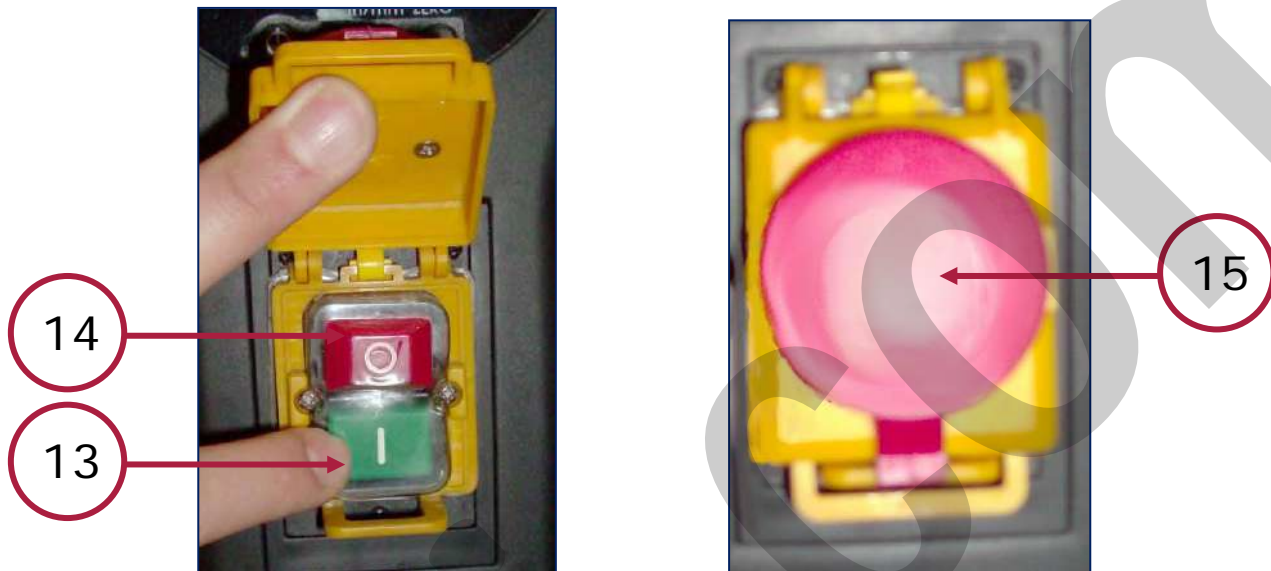

Figura 16 – Pulsante di avvio/arresto e emergenza
Sui quadri di comando dei torni, sono presenti gli interruttori di accensione ed arresto del motore (sotto la calottina rossa di emergenza – Figura 16).
Sul quadro comandi è presente una calottina per l'arresto d'emergenza (Figura 16). Per arrestare la macchina, in casi di emergenza, premere il pulsante rosso. Quando si applica una pressione su di esso, viene interrotto il moto del motore elettrico e del mandrino.
5. Azionare l'interruttore di accensione verde "I" (Figura 16).